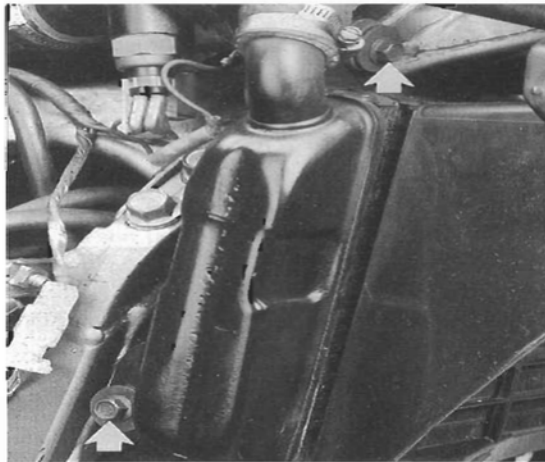
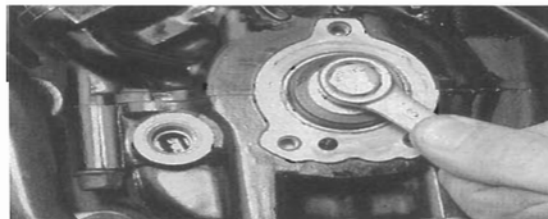

Bild 17
Bild 18
- Kühlerbefestigungsschrauben (Bild 17) links und rechts ausdrehen. Kühlerschlauchschellen lockern und Schläuche von Kühlerstützen abziehen.
- Luftleitstück abnehmen und Stecker des Lüftermotors ① Bild 18 trennen. Kühler abnehmen.
- Die Zylinderkopfdeckelschrauben (Bild 18) schrittweise über Kreuz (von aussen nach innen) ausdrehen und Deckel abnehmen.
● Zylinderkopfdeckel mit fett- und ölfreien Dichtflächen montieren (Bild 18). Dichtgummis der Befestigungsschrauben leicht ölen und Schrauben eindrehen (10 Nm).
● Kühler wieder anbringen (Bild 17). Stecker des Kühlerventilatormotors ① Bild 18 und Schläuche anschliessen.